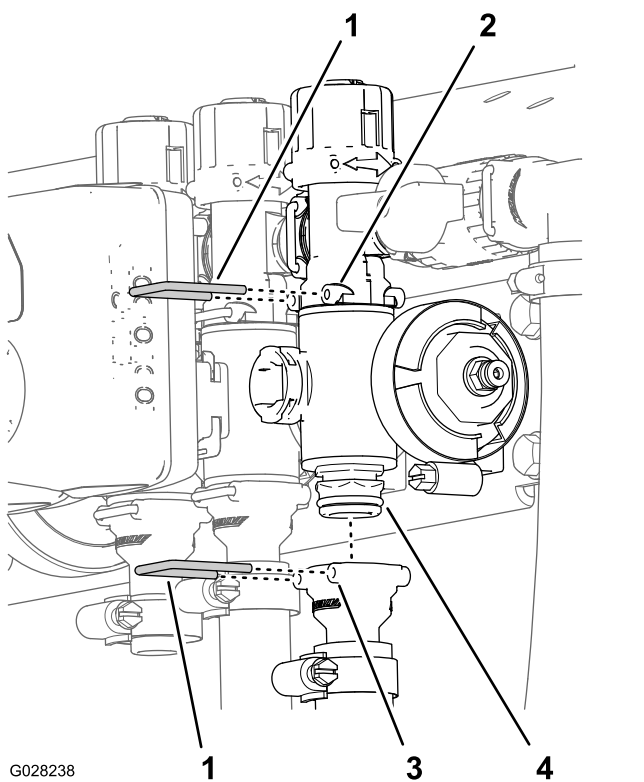

Figura 120
2. Îndepărtați opritoarele care fixează fittingul de ieire la colectorul supapei de seciune i colectorul supapei la fittingul de bypass (Figura 120).